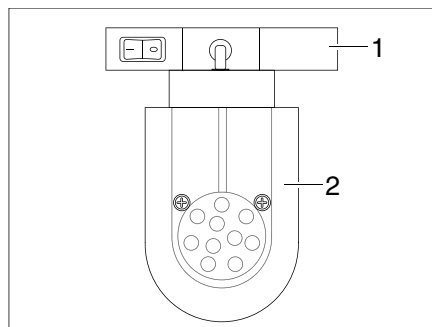

Fig. 145 Spot DEL (exemple)
- Saisir le support (Fig. 145,1) et le tourner de 90°.
- Retirer le spot DEL (Fig. 145,2) du système de rail.
- Placer le spot DEL (Fig. 145,2) à la position désirée dans le système de rail et le tourner de 90°.